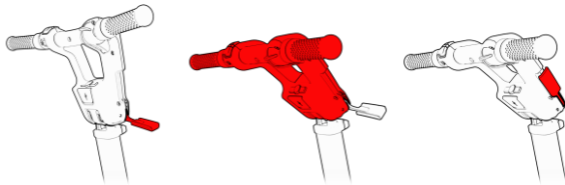

Figura 23 Ajuste de la inclinación de la consola de conducción
1. Sostenga la consola de conducción con una mano y suelte la palanca de ajuste con la otra mano (consulte la Figura 23, paso 1).
2. Ajuste el ángulo de la consola de conducción para que pueda alcanzarla y sostenerla cómodamente con una vista clara del área de visualización (consulte la Figura 23, paso 2).
3. Apriete la palanca de ajuste una vez que esté satisfecho con el ángulo (consulte la Figura 23, paso 3).